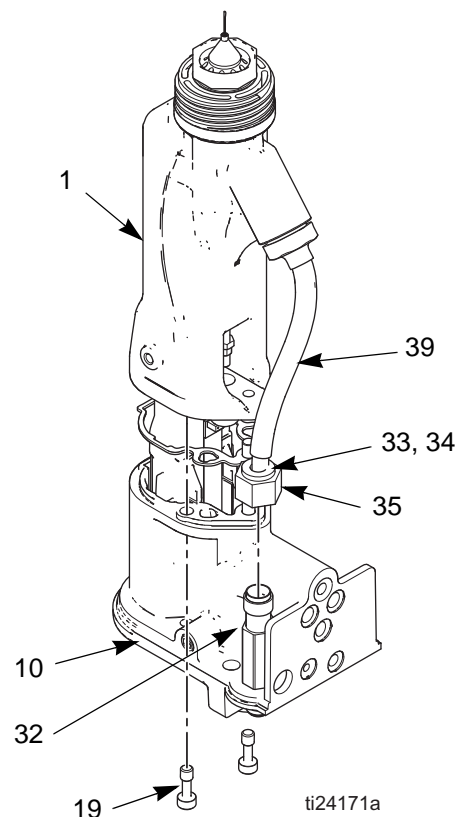

FIG. 24. Ausbau des Laufs
2. Die Luftkappe ausbauen (siehe Seite 28). Das Pistolenabdeckblech (26) entfernen.
3. Vorsichtig die Mutter (35) am Materialstutzen lösen. Das Rohr (39) aus dem Stutzen (32) ziehen. Darauf achten, dass beide Klemmrings (33, 34) und die Mutter am Rohr bleiben. Siehe hierzu FIGURE 24.
5. Die zwei Schrauben (19) lösen. Siehe hierzu FIGURE 24.
6. Das Pistolengehäuse (10) mit einer Hand halten und den Lauf (1) gerade vom Gehäuse wegziehen. Siehe hierzu FIGURE 24.